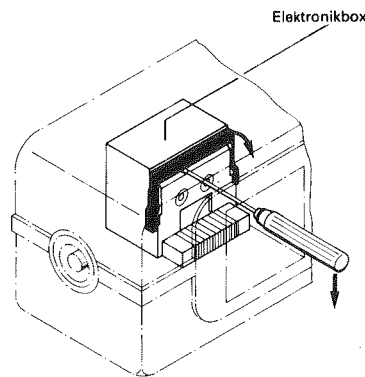

Abb. 3.19
4. Griff der Elektronikbox nach vorn kippen (Abb. 3.19).